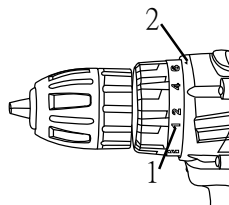

Рис. 4
Шуруповёрт оснащен специальным вращающимся кольцом для установки ограничения крутящего момента. Для установки ограничения крутящего момента на вращающемся кольце нанесены цифры (1). Поверните кольцо (Рис. 4) до совмещения необходимой цифры со стрелкой (2) Для правильной установки используйте таблицу ниже.